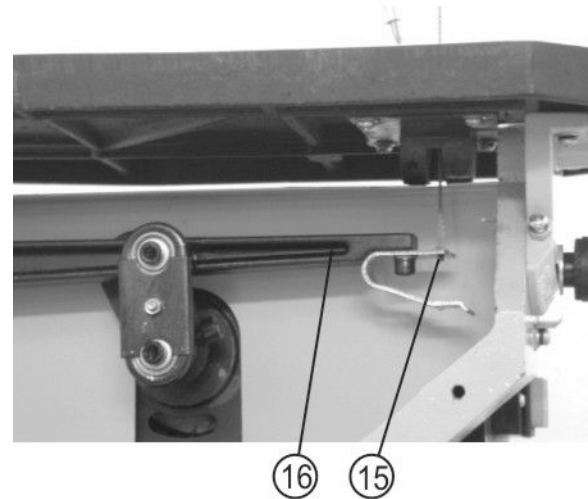
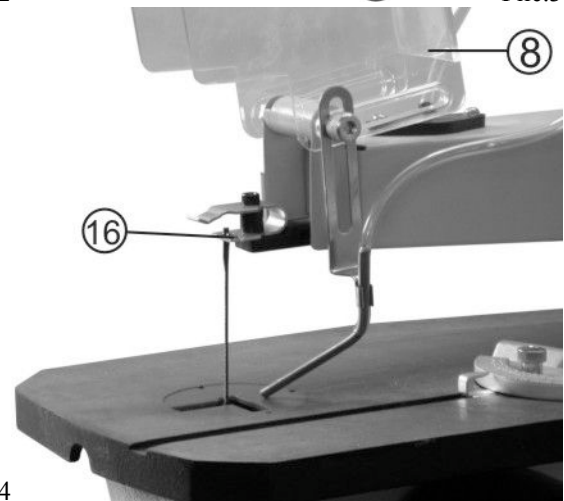

Рис.3
Рис.4
9.3. Поднимите в верхнее положение ограждение пыльного полотна (8), Рис. 4.
9.4. Приложив слабое давления вниз на верхний рычаг, чтобы освободить пыльное полотно, вытащите нижнюю часть пыльного полотна, потянув его на себя из нижнего держателя (15) нижнего рычага (16), Рис.3. Затем вытащите пыльное полотно (7) из верхнего держателя (17) верхнего рычага (18), Рис.4.